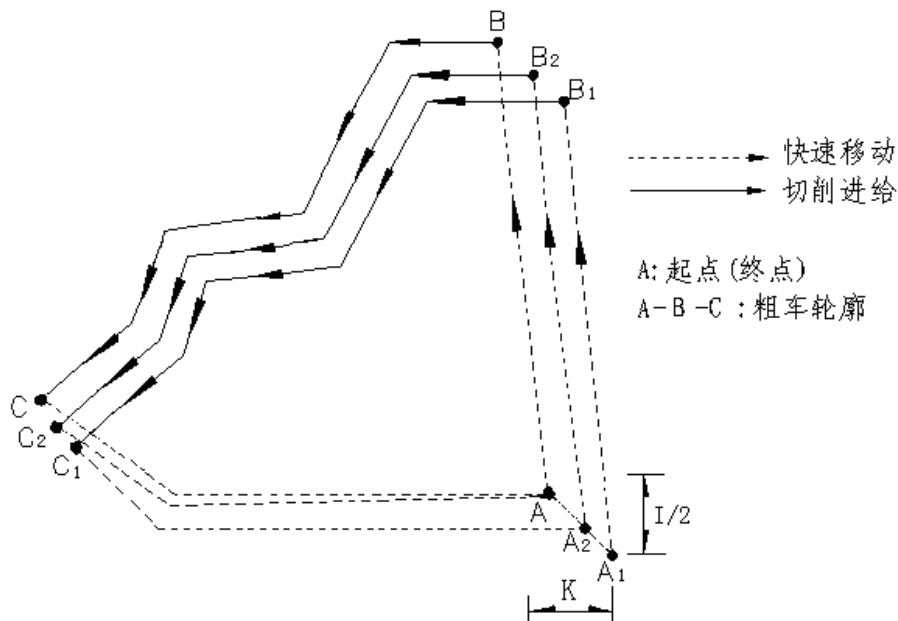

图 4-16-8 G73 指令运行轨迹
I：第一次粗车的 X 轴退刀量，有符号数，参考下图 4-16-8 中的 I。
K：第一次粗车的 Z 轴退刀量，有符号数，参考下图 4-16-8 中的 K。
其中：X (U)、Z (W)、P、Q 描述了下图 4-16-8 中的 ABCA 封闭轨迹，即从 A 点快速定位到 B 点、然后执行 PQ 程序段到 C 点、然后快速回到 A 点。ABCA 实际上是最后一次粗车的轨迹。
下图 4-16-8 中的 I、K 描述了先要偏移 I 值、K 值再进行第一次粗车；即执行 $A_1B_1C_1A_2$ 轨迹。L 描述了从第一次粗车开始，总共要进行 L 层剥离，再进行最后一次粗车；每层剥离的吃刀量要均匀，即每层剥离量是 X 轴方向 I/L 、Z 轴方向 K/L ，由 $A_1B_1C_1$ 层，逐渐靠近 ABC 层。实际切削次数为 L 次。
如图 4-16-8，假设 $L=3$ 层。